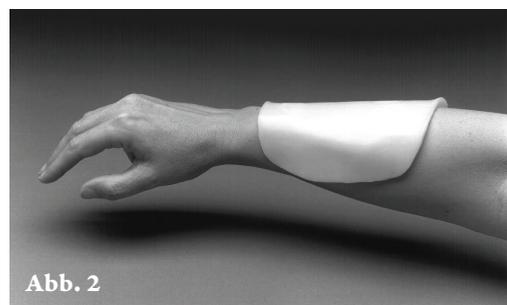

Abb. 2
- 2) Muster aus dem Thermoplast ausschneiden. Erhitzen und über den Unterarm drapieren. Abkühlen lassen. (Abb. 2)